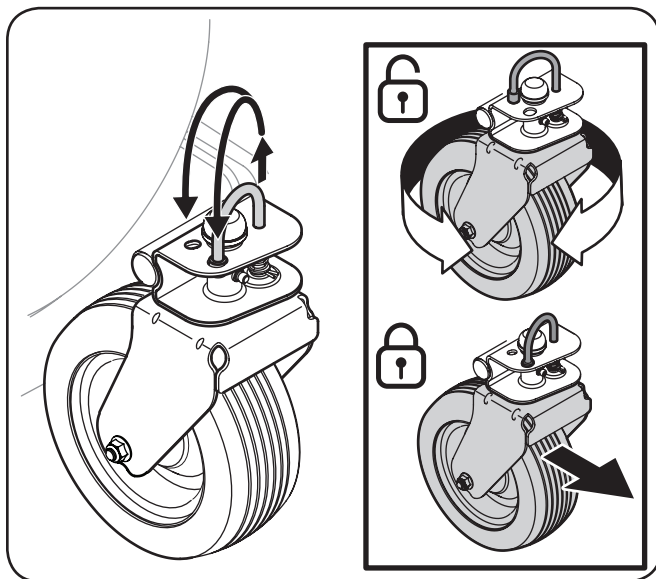

Figura 4-6
1. Levante y coloque el pasador en el orificio que está hacia adelante para que quede trabada u orientada hacia adelante y cuando se utilice para atravesar pendientes. Consulte la Figura 4-6.